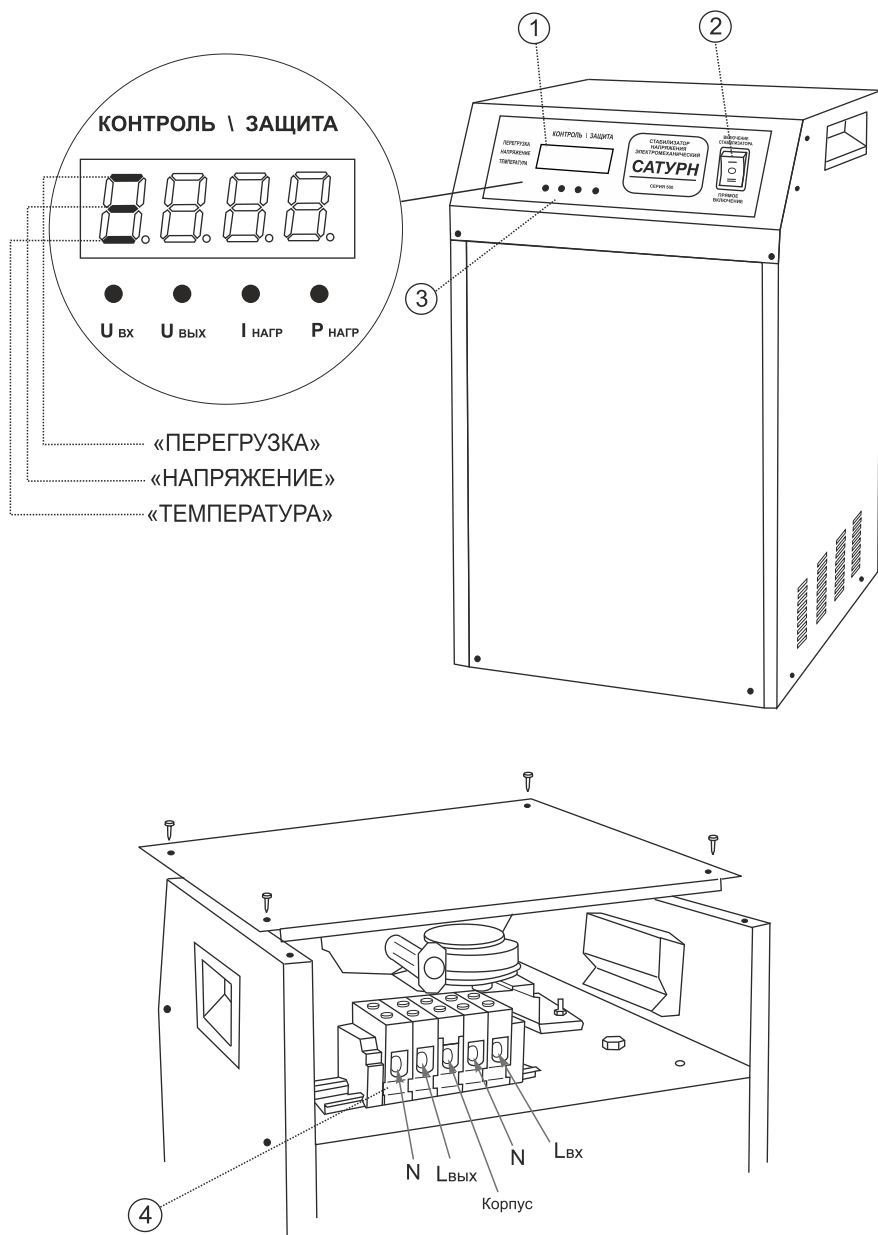
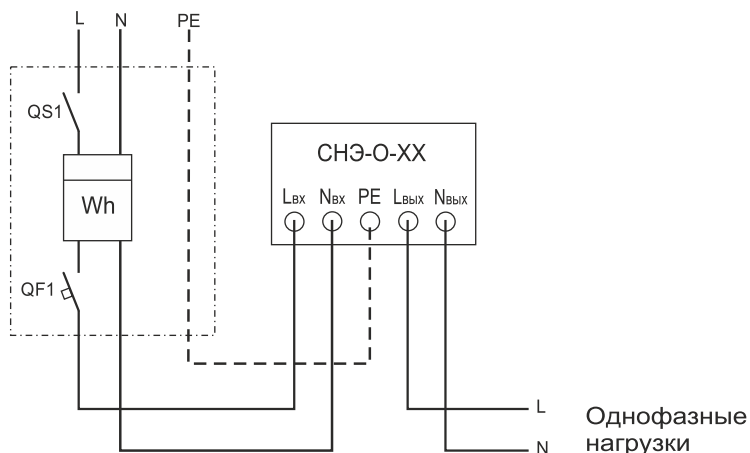

Рис. 1. Внешний вид стабилизатора
Рис. 2. Схема включения стабилизатора СНЭ-О-XX в однофазную сеть
Для однофазной сети (маркировка СНЭ-О) используется один блок (рис. 2), для трехфазной сети (маркировка СНЭ-Т) необходимо три блока СНЭ-О, включенных по схеме «звезда» (рис. 3).
На передней панели блока (рис.1) находятся:
— цифровой индикатор «КОНТРОЛЬ / ЗАЩИТА» (рис. 1 поз.1) для визуального контроля параметров сети и нагрузки, а также для индикации включения защиты по току, напряжению и температуре (горизонтальный сегмент в первом разряде индикатора);
— переключатель режимов работы «ВКЛЮЧЕНИЕ СТАБИЛИЗАТОРА – О – ПРЯМОЕ ВКЛЮЧЕНИЕ»; (рис.1 поз. 2);
— кнопочный переключатель выбора измеряемого параметра: «Uвх», «Uвых», «Iнагр», «Pнагр» (рис.1 поз. 3).
Подключение блока осуществляется через клеммные колодки, находящиеся под верхней крышкой (рис. 1 поз. 4).
**Запрещается производить подключение стабилизаторов к трехфазной сети по схемам, не указанным в настоящем руководстве (рис.2, 3) или не согласованным с изготовителем.**
Произвести подключение входных и выходных проводов по схеме (рис.2, 3) сечением не менее указанного в Таблице 1, согласно маркировке на клеммной коробке (рис.1 поз.4):